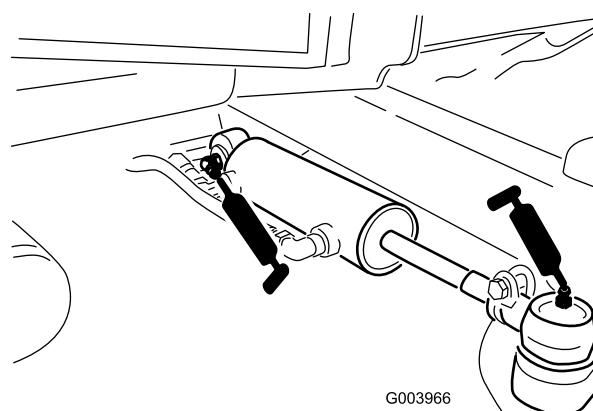

図 57
- ・ ステアリングシリンダのボールジョイント（2ヶ所）（図 57）